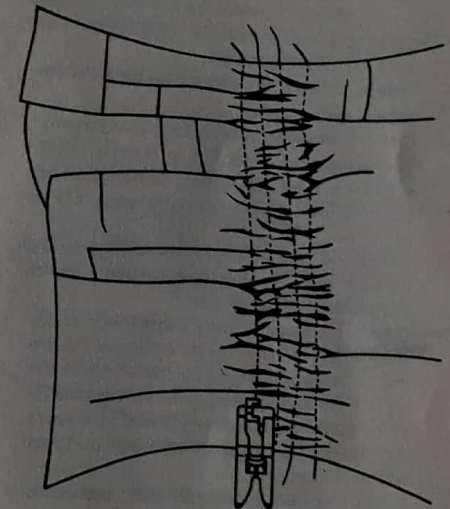

Fig. 30
- 4.— Tome los hilos libres del otro extremo y tire de ellos arruchando la tela hasta lo necesario; luego átelos y fíjelos con un pequeño plegado tras la tela (fig. 30)